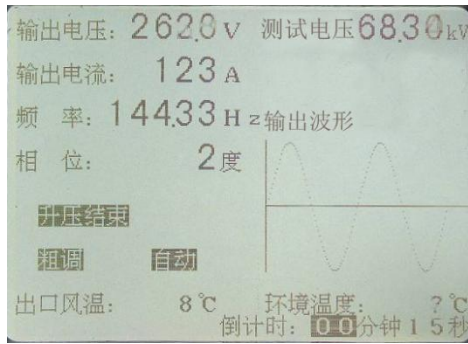

图 29 变频电源装置自动升压完成后的显示
8.2.4 当到达试验电压时，屏幕提示“升压结束”，倒计时会自动启动。当距离计时结束还有十秒时，控制箱将发出报警声，并且屏幕上的倒计时会闪烁(见图 29)。试验时间到了，系统会自动降低电压至零，然后切断高压回路电源，最后停止风扇工作。